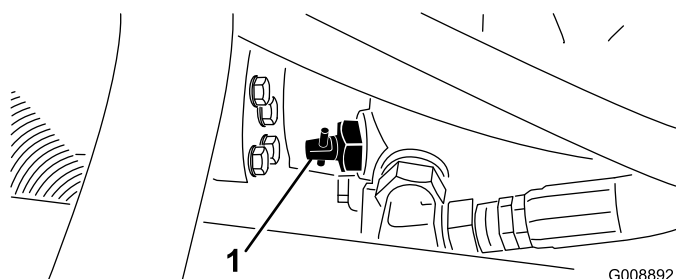

図 38
1. 油圧ポンプについているバイパスバルブ（図 38）を90° 回転させる。